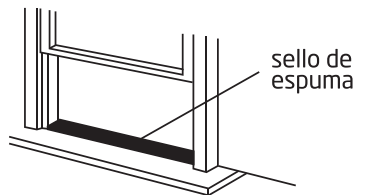

Fig.8
1. Corte el sello de espuma (tipo adhesivo) a la longitud adecuada y fíjelo al taburete de la ventana. Fig.8